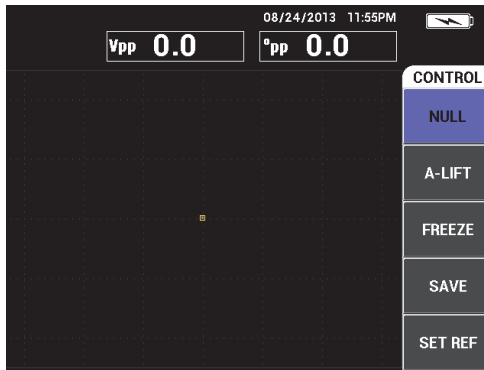

Abbildung 4-9 Bedienelemente auf der rechten Seite des Bildschirms
3. Wählen Sie mit dem Drehknopf EIN aus und drücken Sie dann die Menütaste MAIN FILTER (), um Bedienelemente auf der rechten Seite des Bildschirms anzuzeigen (siehe Abbildung 4-9 auf Seite 91).